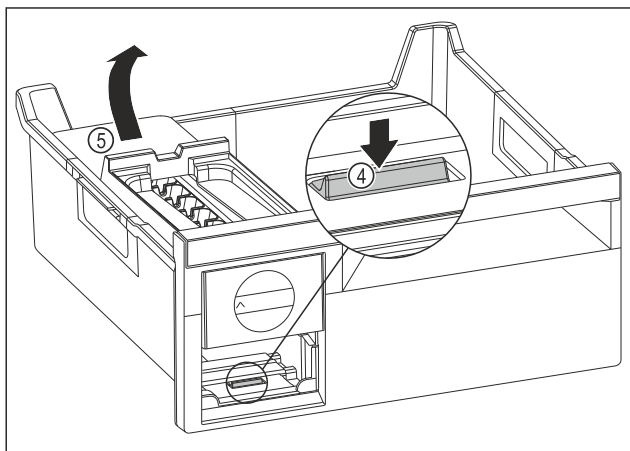

Fig. 130
- ▶ Вийняти корпус EasyTwist-Ice: натиснути накладку Fig. 130 (4) пальцем вниз і одночасно підняти корпус EasyTwist-Ice Fig. 130 (5) ззаду іншою рукою.